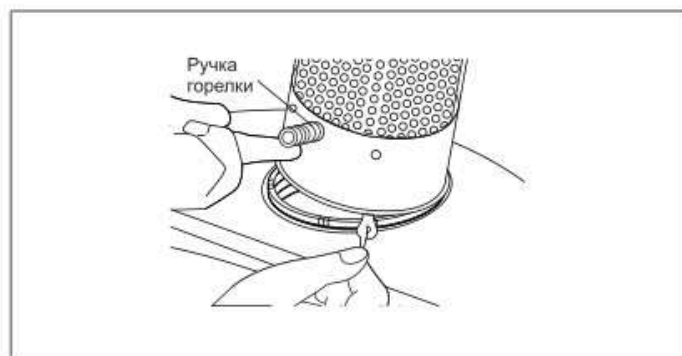

Рис. 7
- Повернуть ручку регулировки фитиля по часовой стрелке и выдвинуть фитиль до конца вверх (Рис. 7)
- Приподнять камеру сгорания, используя ручку горелки (Рис. 7)